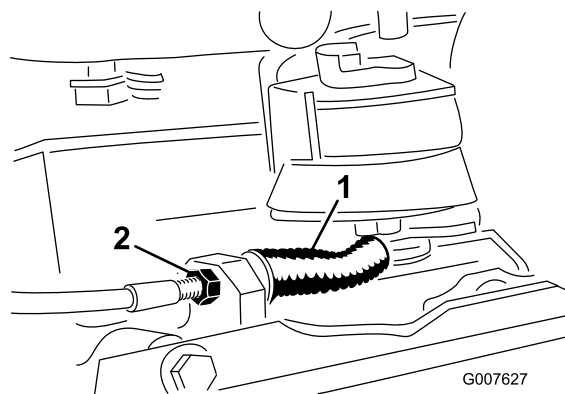

Figura 40
- Para diminuir a tensão do cabo, desaperte a porca frontal do cabo e aperte a porca traseira (Figura 40). Repita os passos 1 e 2 e ajuste a tensão, se necessário.
- Para aumentar a tensão do cabo, aperte a porca frontal do cabo e desaperte a porca traseira (Figura 40). Repita os passos 1 e 2 e ajuste a tensão, se necessário.